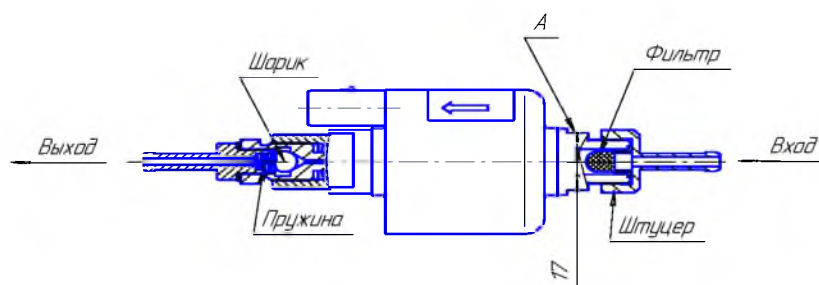

Рис.10.1 – Топливный насос
1) демонтировать топливный насос с автомобиля. Зафиксировав ключом (ключ на 17 мм) от поворота за поверхность А, отвернуть штуцер и снять фильтр (см. рис.10.1, запрещается фиксация топливного насоса за другие поверхности при отворачивании и наворачивании штуцера);